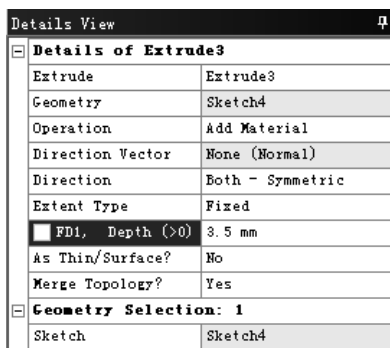

图 3.9.21 “Details View”对话框
(2) 在工具条中单击  Extrude 按钮，弹出图 3.9.21 所示的“Details View”对话框，使用草图 4 作为截面，在 Operation 下拉列表中选择 Add Material 选项，在 Direction 下拉列表中选择 Both - Symmetric 选项，在 ☐ FD1, Depth (>0) 文本框中输入数值 3.5，其他采用系统默认设置值。单击工具条中的  Generate 按钮，完成拉伸特征 3 的创建。